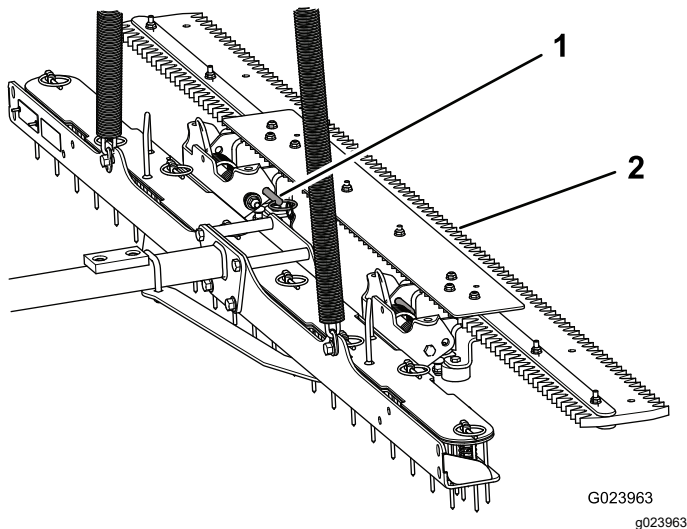

Figura 16
1. Rimuovete i cavallotti con perno (Figura 16).